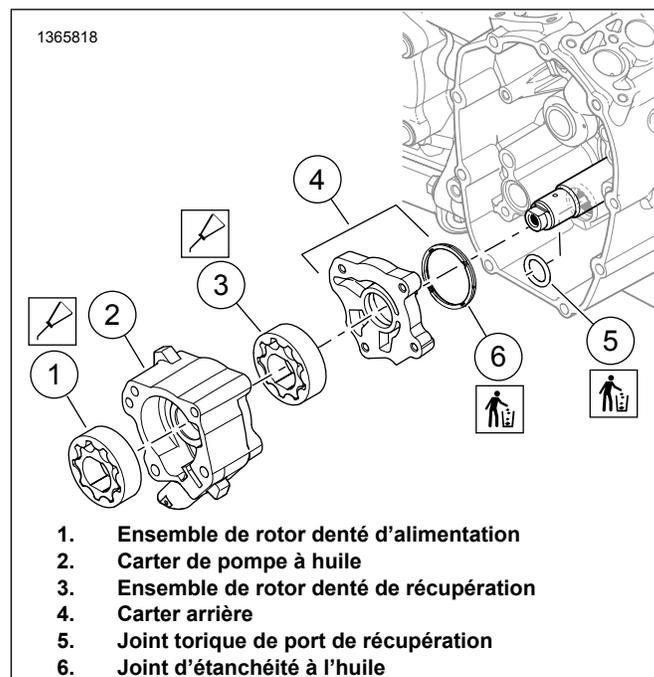

Figure 2. Pompe à huile
1. Retirer la plaque de soutien d'arbre à cames de Équipement d'origine (OE) et la jeter. Consultez le manuel d'entretien.
2. Voir la Figure 2. Retirer et jeter OE l'ensemble de pompe à huile. Consultez le manuel d'entretien.
- a. Mettre à l'écart le joint torique de récupération (5).
- b. Jeter le joint d'étanchéité à l'huile (6).
2. Voir la Figure 2. Installer le carter arrière (4) et récupérer l'ensemble de rotor denté (3) sur le vilebrequin.
3. Installer le **nouveau** joint torique (5) dans le port de récupération du vilebrequin.